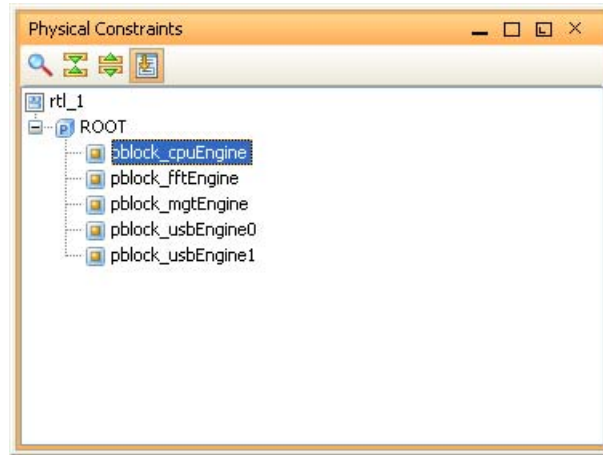

図 10-4 : [Physical Constraints] ビューの Pblock
- Pblock は、317 ページの図 10-4 のように [Physical Constraints] ビューに表示されます。